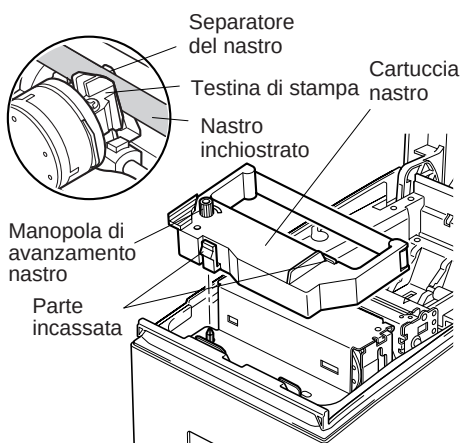

Fig. 5-2 Inserimento della cartuccia nastro
③ Inserire la cartuccia nastro nella direzione mostrata nella Fig. 5-2 e premerla in basso per caricarla. Se il caricamento della cartuccia nastro non è soddisfacente, premere in basso la cartuccia nastro girando la manopola di avanzamento nastro in direzione della freccia.
④ Girare la manopola di avanzamento nastro della cartuccia nastro in direzione della freccia per eliminare l'allentamento del nastro.
⑤ Chiudere il coperchio.